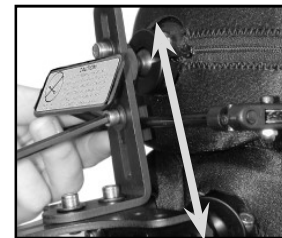
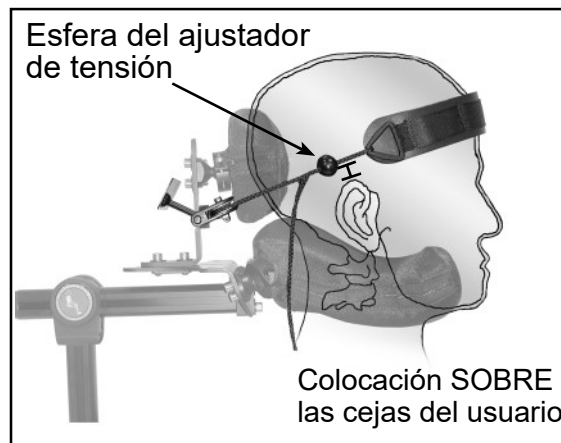

Fig. 3
Fig. 4
Paso 3 (fig. 3) - Ajuste del ángulo de tracción de la cincha sobre la frente: mueva el conjunto hacia arriba o hacia abajo para lograr una dirección de tracción sobre la frente que sea perpendicular a la inclinación de la frente (fig. 4).